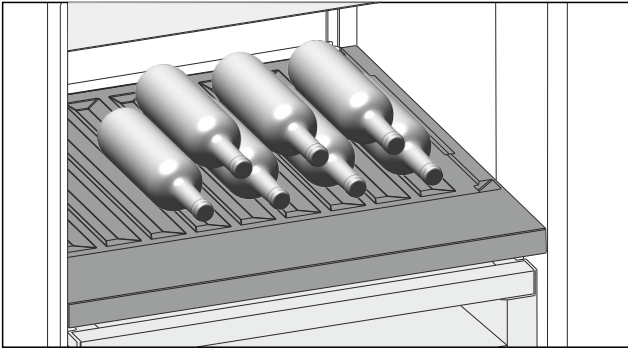

Fig. 111
- ▶ Бутылки укладывайте дном к задней стенке. (см. *Fig. 111*)